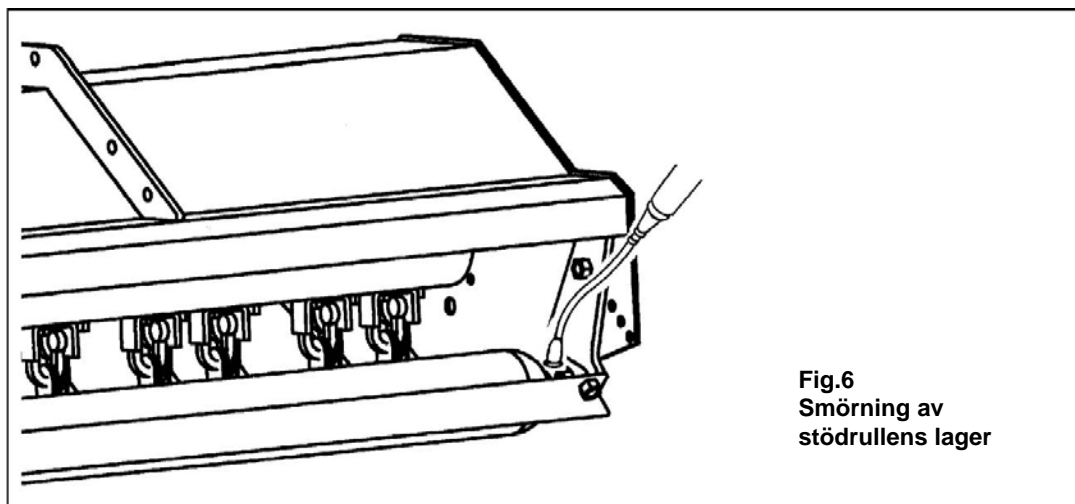

Fig.6
- **Smörj lager till kraftuttagsaxeln och stödrullens lager (se fig. 6):** Applicera två eller tre pumpslag fett till kraftuttagsaxelns knutar och dess lager och profilrören. Applicera samma mängd till stödrullslagren. Mer information finns i instruktionsboken som tillhandahålls av tillverkaren till kraftuttagsaxeln.